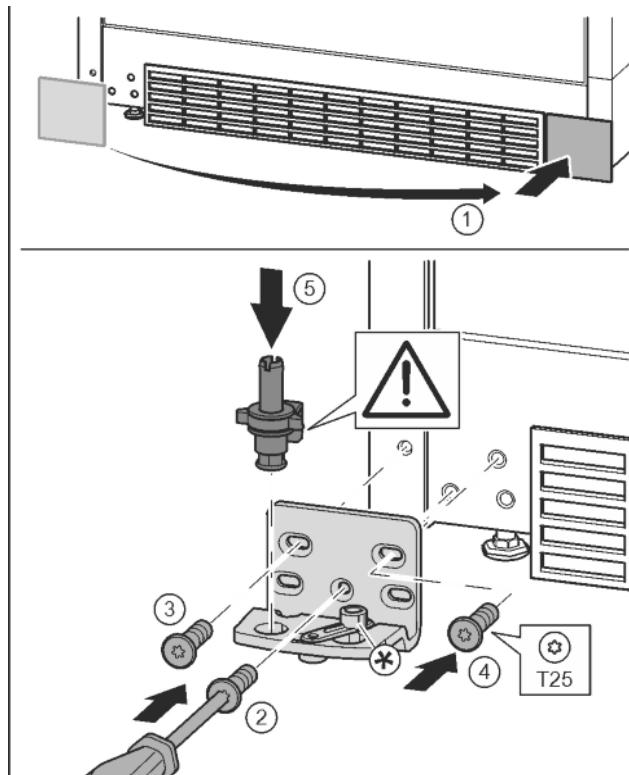

Fig. 17
- ▶ Skinite pokrov i postavite ga na drugoj strani. Fig. 17 (1)
- ▶ Postavite podložak ležaja na drugoj strani i zavijte pomoću odvijača T25. Započnite s vijkom 2 dolje u sredini. Fig. 17 (2)
- ▶ Pritegnite vijak 3 i 4. Fig. 17 (3, 4)
- ▶ Kompletno umetnute podložak ležaja. Pri tome pazite da je ispuščenje za blokiranje okrenuto prema otraga. Fig. 17 (5)